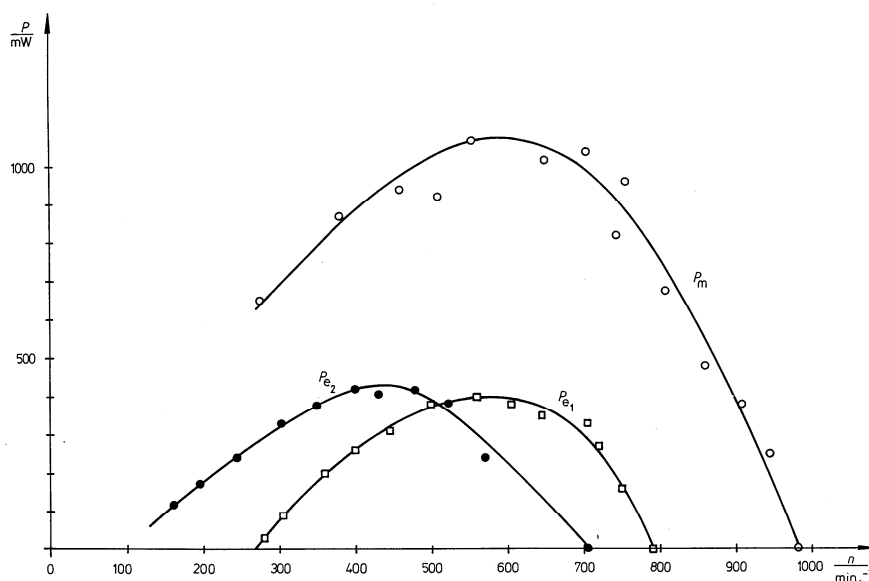

Abb. 3: mechanische Leistung P_m und elektrische Leistung P_e in Abhängigkeit von der Drehzahl (P_{e1} = große, P_{e2} = kleine Schnurscheibe)
- Mech. Leistung in Abhängigkeit von der Drehzahl (Abb. 3)
- Elektr. Leistung in Abhängigkeit von der Drehzahl (Abb. 3)